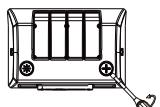

figura 14
Paso 3: Tras ajustar la función de control pertinente (figura 13), aprieta la clavija metálica y de plástico en sentido horario (figura 14).